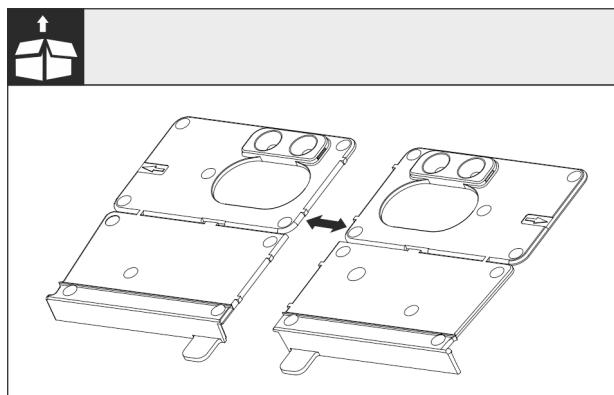

Fig. 27
- Kutt monteringsvinkelen til bunnen Fig. 27 Ø langs perforeringen.